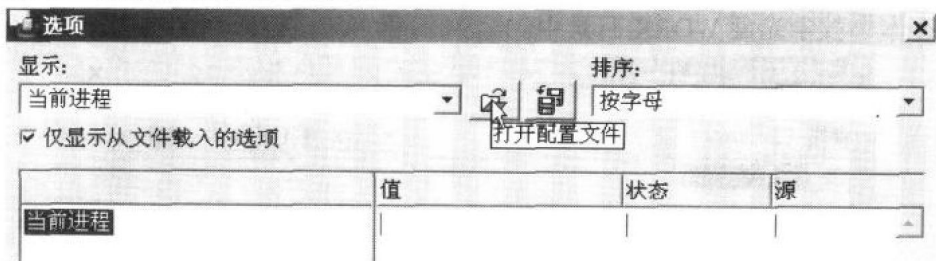

图1-15 加载组态档
(1) 点选主菜单：完成编辑组态档后，使用者可点选如图 1-15 所示的